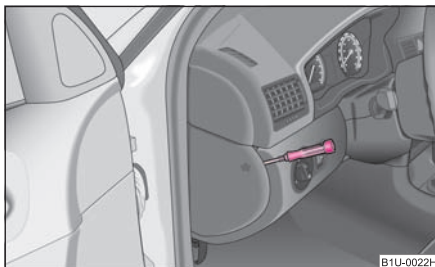

Fig. 169 Capacul suportului de siguranțe: Tabloul de bord, lateral
- Îndepărtați capacul de siguranță de pe lateralul tabloului de bord cu ajutorul unei șurubelnițe ⇒ **fig. 169**, resp. capacul cutiei cu siguranțe din compartimentul motorului ⇒ pagina 178.